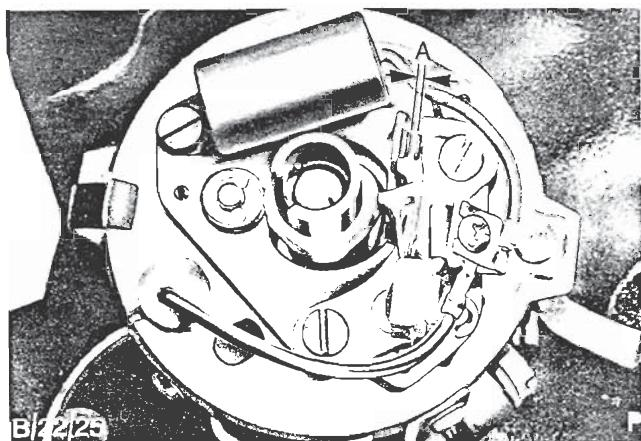

Fig. 43 - Justering af kontaktpunkternes afstand
7. Kontroller og juster kamvinklen som nødvendigt, Fig. 43.